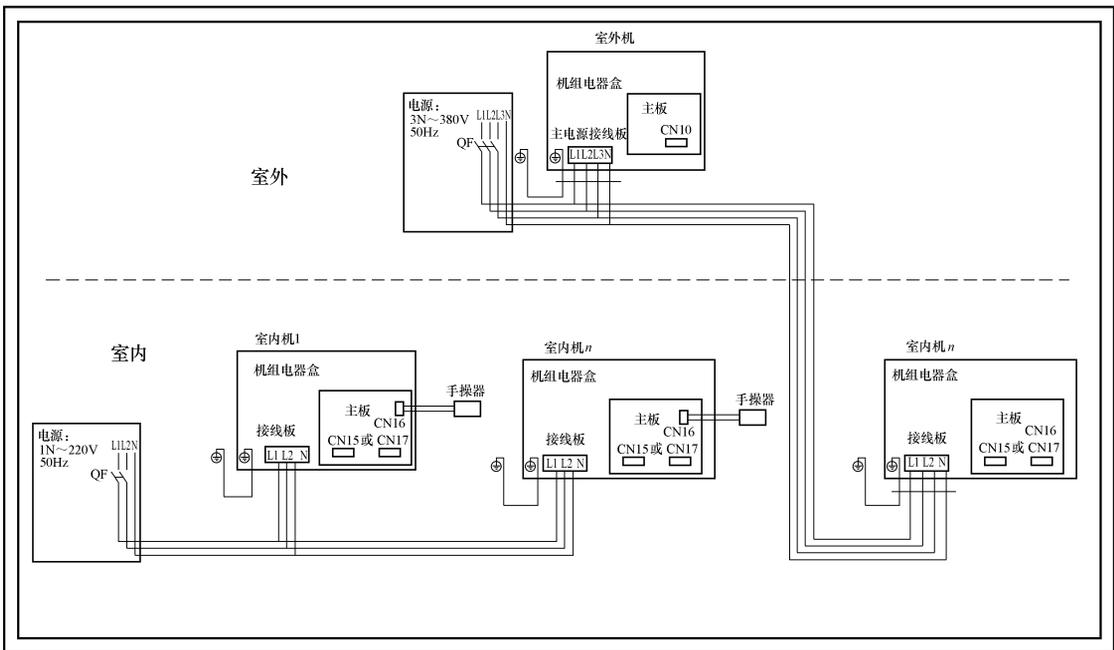

图 3-78 三相供电电源线连接方式 1
1) 方式 1：在这个系统当中，室外机与室内机的三相电源统一供电。电源线连接方法如图 3-78 所示。